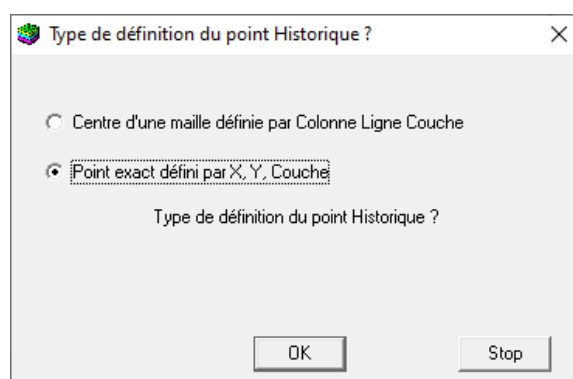

Figure 90 – Définition du point par ses coordonnées.
- Ou par ses coordonnées exactes, ainsi que sa couche (Figure 90 et Figure 92).